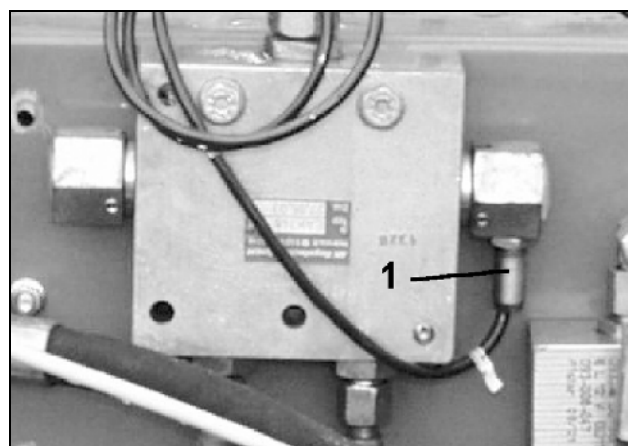

Fig. 63
- fra sensoren (Fig. 63/1) ved spormarkørveksel dersom det er en maskin med spormarkører